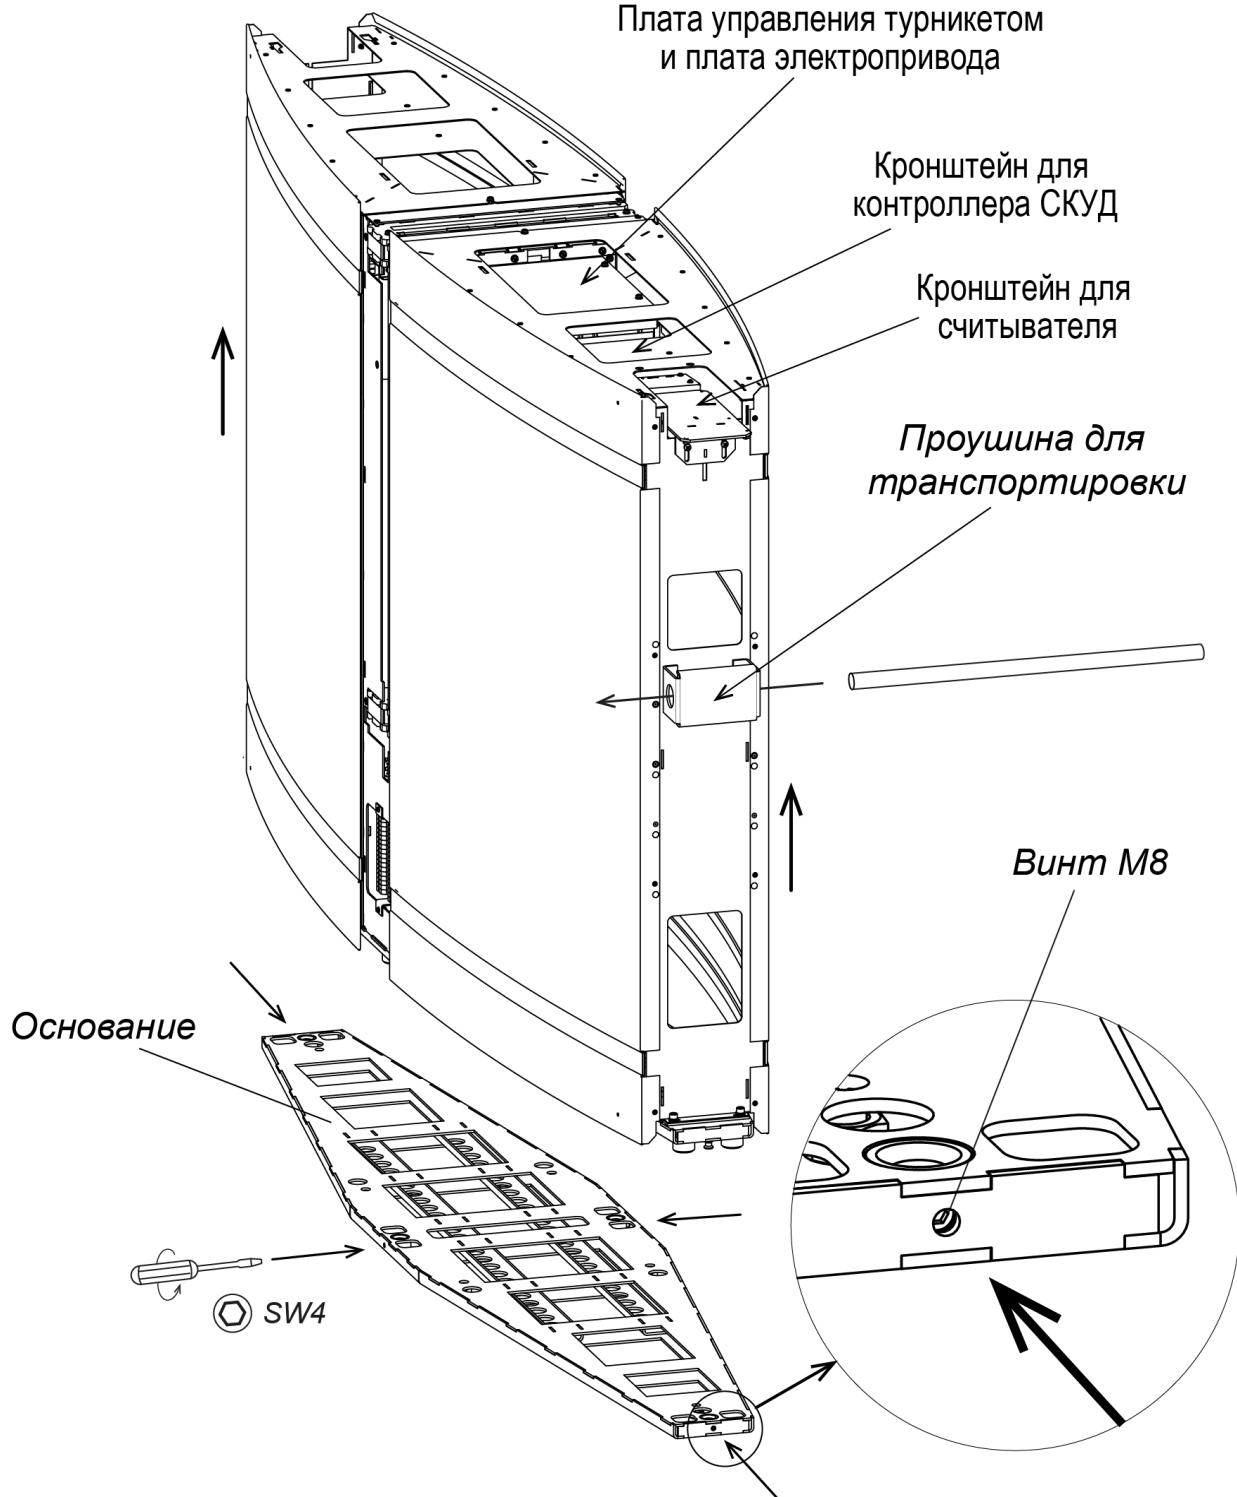

Рисунок 20. Демонтаж секции с основания
18. При необходимости произведите монтаж считывателей карт доступа и контроллера СКУД – считыватели устанавливаются на предусмотренные для этого кронштейны, расположенные внутри секций под верхними блоками индикации крышек или непосредственно на блоках индикации снизу (**PERCo-IR19 OEM**); контроллер СКУД устанавливается на самоклеящихся фиксаторах из комплекта поставки в проеме корпуса секции сверху под крышкой турникета (см. рис. 20).
1. Ключом шестигранным SW4 выверните до упора четыре винта M8 (см. рис. 20).
Плата электропривода створки располагается под стеклянной крышкой турникета с правой стороны от створки в проеме корпуса секции, см. рис. 20 (для стороны *Master* совместно с платой управления).